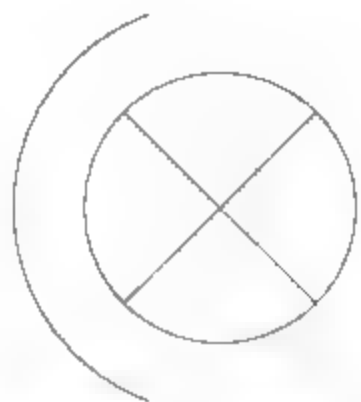

图8-191 修剪图形
- 08 调用TR【修剪】命令，修剪圆形；调用E【删除】命令，删除线段，结果如图8-191所示。